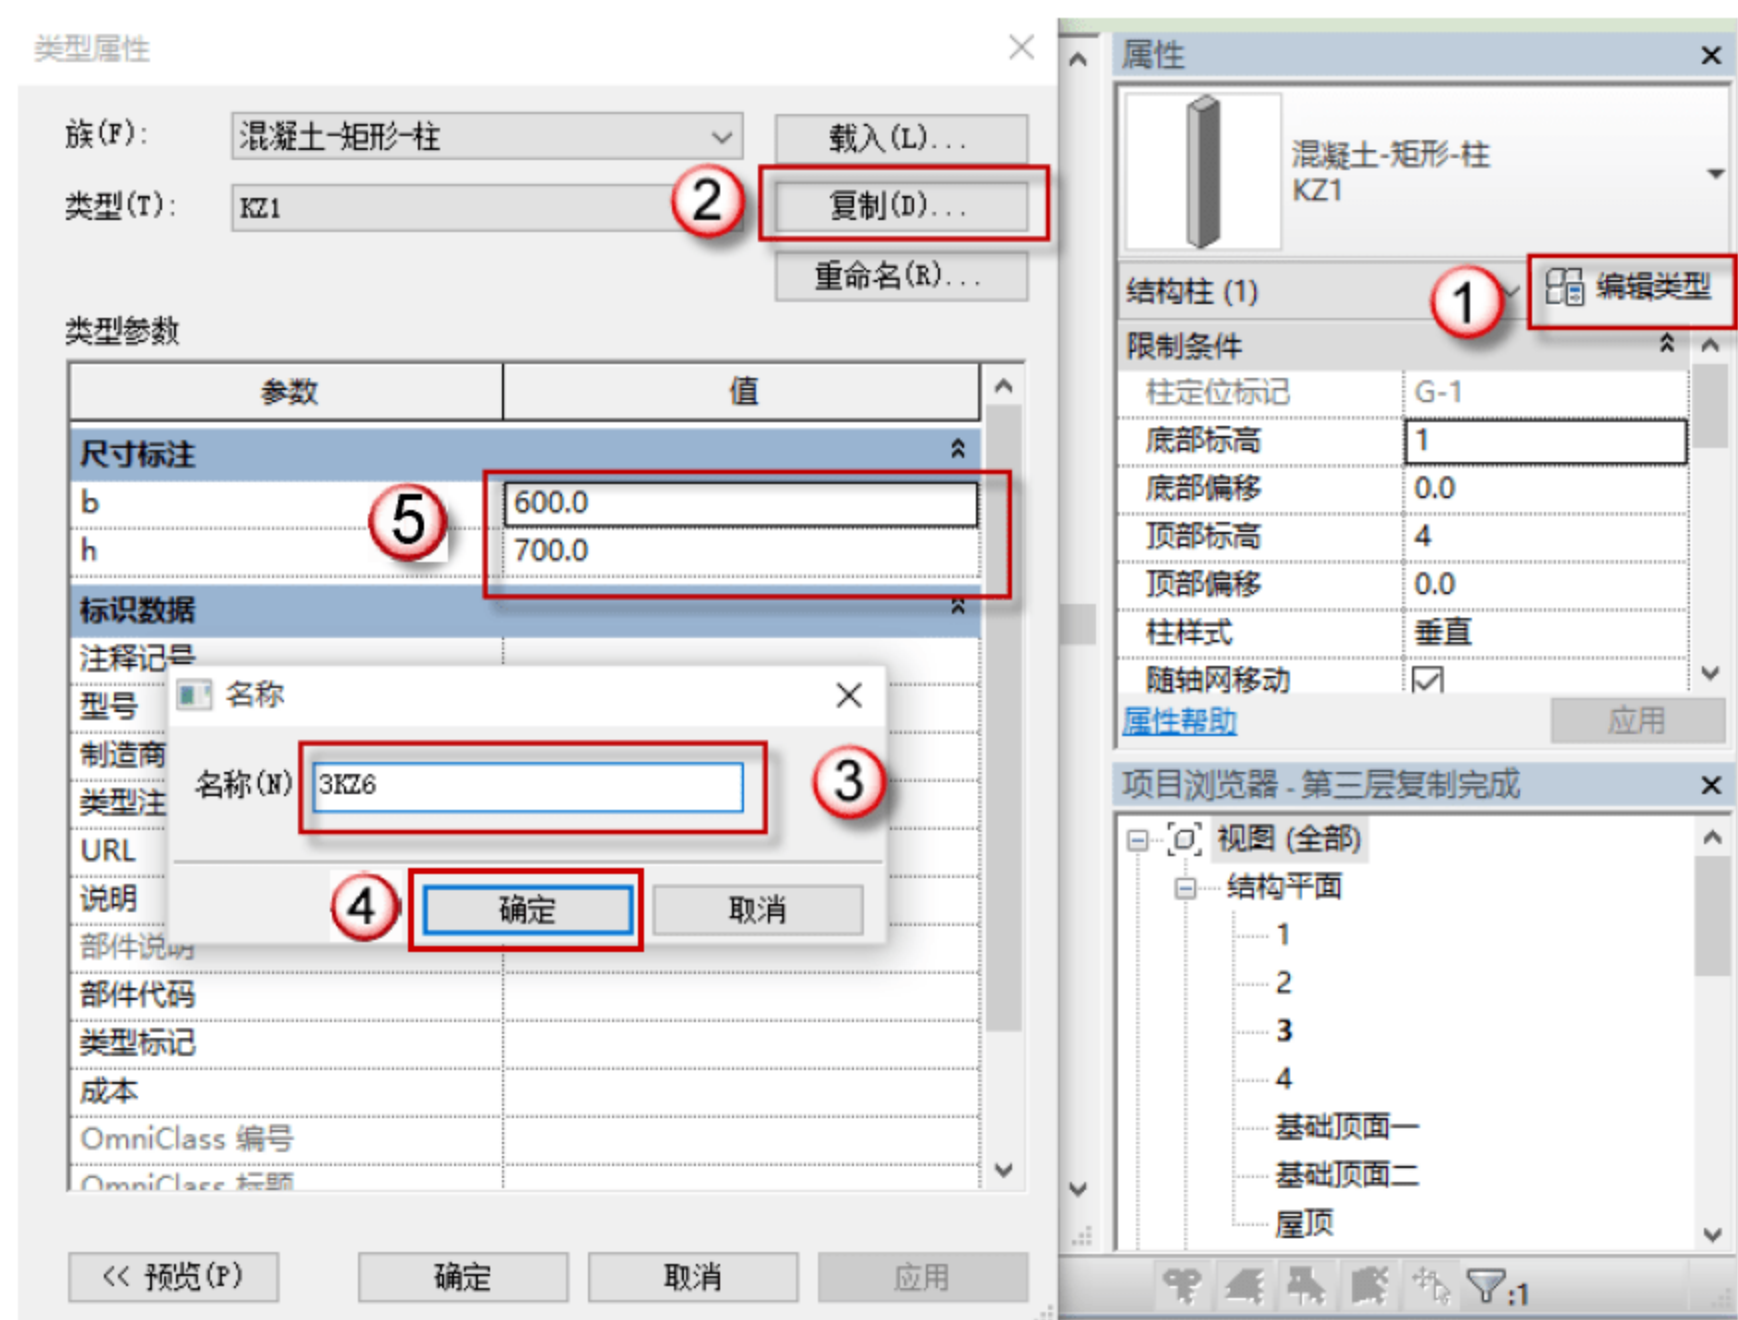

图 4.4.7 修改 KZ6
(7) 修改 KZ6 的参数以及名称，单击 KZ6 对象，单击“编辑类型”按钮，在弹出的对话框中，单击“复制”按钮，在弹出的对话框中命名新的族名称“3KZ6”，单击“确定”按钮，在“尺寸标注”栏中修改截面参数，如图 4.4.7 所示。